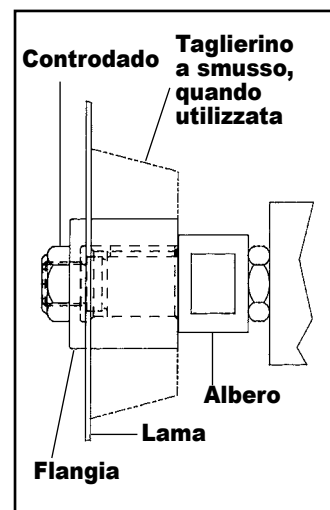

FIG. 3
- b. Albero lungo (per taglio e smussatura di PVC): installare la taglierina a smusso (bordo piccolo verso il motore) o il distanziatore dell'albero (solo per operazioni di taglio) sulla chiavetta dell'albero. Installare la lama sulla spalla dell'albero di diametro 5/8 (Fig. 3). Installare la flangia con il lato scaricato verso la lama e stringere il controdado. Tenendo una chiave (fornita) sulle parti piatte dell'albero da 7/8, stringere il controdado dell'albero. La lama deve posizionarsi completamente sulla spalla dell'albero ed essere allineata alla taglierina a smusso o al distanziatore dell'albero.